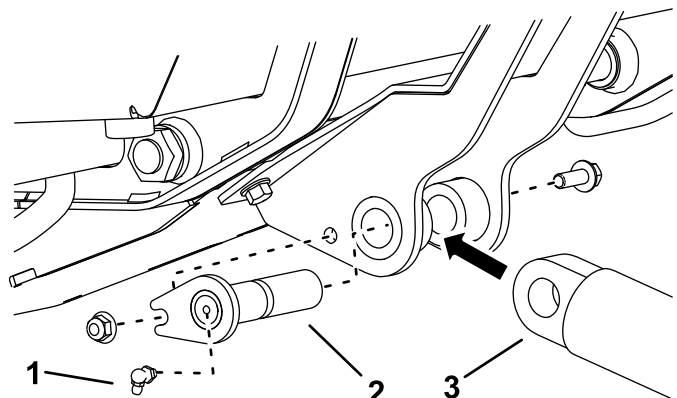

Figura 6
7. Montate l'estremità libera del cilindro idraulico sul gruppo di supporto del cilindro con un perno girevole del supporto del cilindro, un bullone ($\frac{3}{8}$ " x 1") e un dado ($\frac{3}{8}$ ") come mostrato nella Figura 6.
8. Avvitare un raccordo di ingrassaggio sull'estremità del perno girevole come mostrato nella Figura 6.